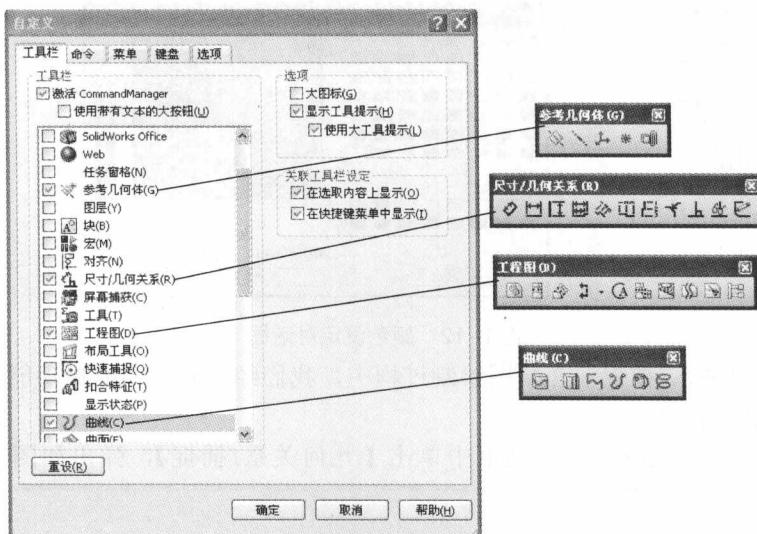

图 1-15 自定义设定工具栏
方法三 单击下拉菜单【工具】/【自定义】，弹出如图 1-15 所示自定义对话框，在所有需要使用的工具栏前打“√”，则相应的工具栏即显示在绘图区。
④ 自定义工具栏按钮 大部分工具栏在初始状态下，并没有列出该工具栏中的所有按钮（图标），用户可通过以下步骤来重新设定工具栏中的相应按钮。
a. 单击下拉菜单【工具】/【自定义】，弹出如图 1-15 所示对话框，选中“ 草图(K)”，使绘图区出现如图 1-16 所示草图工具栏。